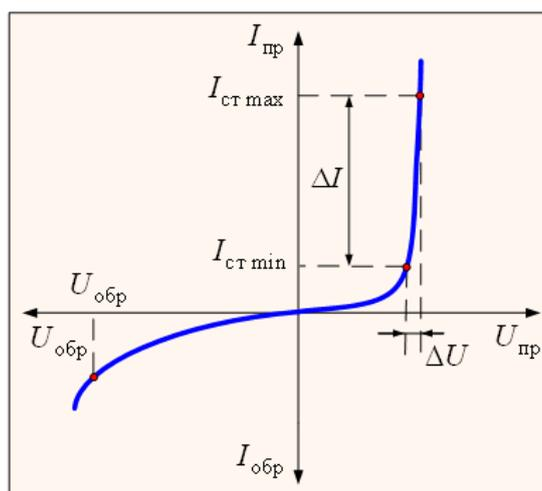

Рис. 2. Вольт-амперная характеристика стабистора
Стабистор. Стабилизацию постоянного напряжения можно так же получить при использовании диода, включенного в прямом направлении, используя для этой цепи крутой участок прямой ветви вольт-амперной характеристики (рис. 2). При изменении прямого тока в диапазоне от $I_{ст\ min}$ до $I_{ст\ max}$ падение напряжения будет изменяться в относительно небольшом диапазоне ΔU . Кремниевые диоды, предназначенные для этой цели, называют *стабисторами*.
3. Как видно из рис.2, ток через резистор $R_{огр}$ является суммой тока стабилизации стабилитрона VD1 $I_{ст}$ и тока, потребляемого нагрузкой I_H :